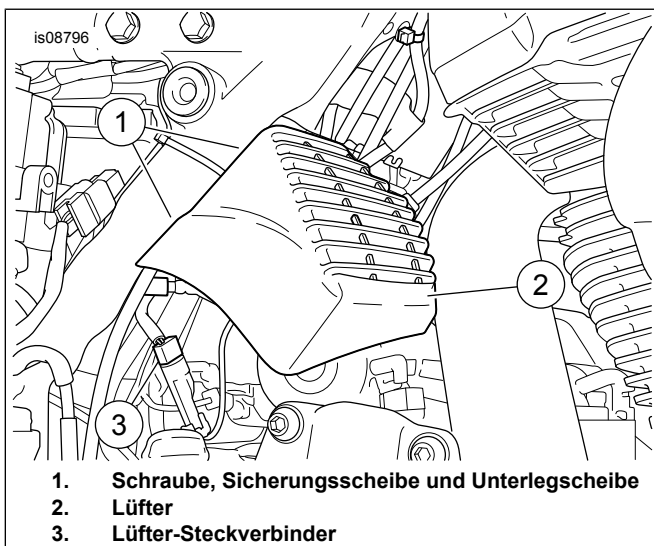

Abbildung 2. Positionieren des Lüfters
2. Siehe Abbildung 2.. Lüfter-Baugruppe positionieren. Innerhalb des Batteriefachs Schrauben (1), Federring (2) und Unterlegscheiben (3) einbauen. Auf folgendes Drehmoment anziehen: